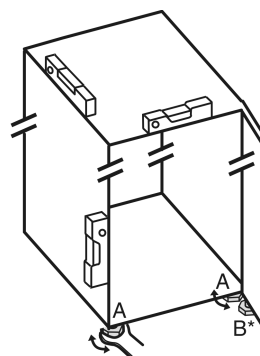

Fig. 5
- ▶ Dévisser les pieds réglables Fig. 5 (A) avec la clé plate fournie et utiliser un niveau à bulle pour vérifier que l'appareil est bien plan.
► Dévisser le pied réglable Fig. 5 (B) du support de palier avec la clé plate fournie jusqu'à ce qu'il touche le sol.
► Tourner le pied réglable Fig. 5 (B) de 90° supplémentaires.